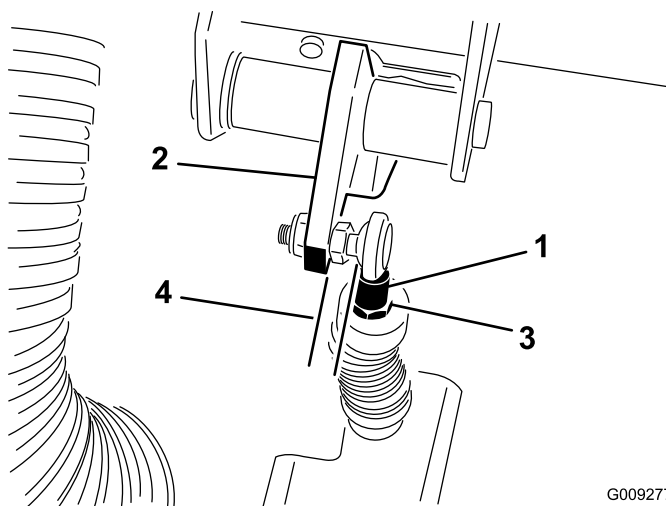

Рисунок 75
**Внимание:** Убедитесь, что после затяжки контргаек конец стержня располагается перпендикулярно к шарикю, а не перекошен, и остается параллельным к педали сцепления (Рисунок 75).